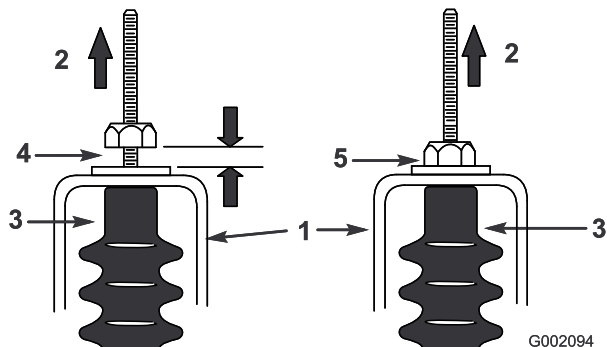

Figura 29
5. Puxe cada cabo de mudanças para se certificar de que existe folga de 0,76–1,52 mm entre a porca/anilha e o suporte neutro (Figura 29).